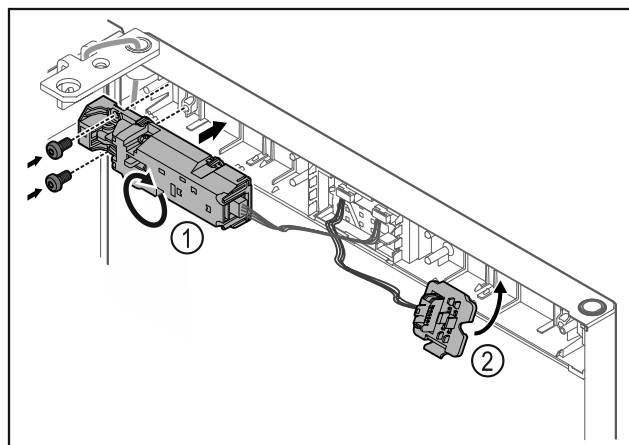

Fig. 24
- ▶ Daljinski zaklepni element Fig. 24 (1) obrnite za 180° in ga prestavite na nasprotno stran.
- ▶ Držalo vtiča Fig. 24 (2) pritržite na nasprotno stran.